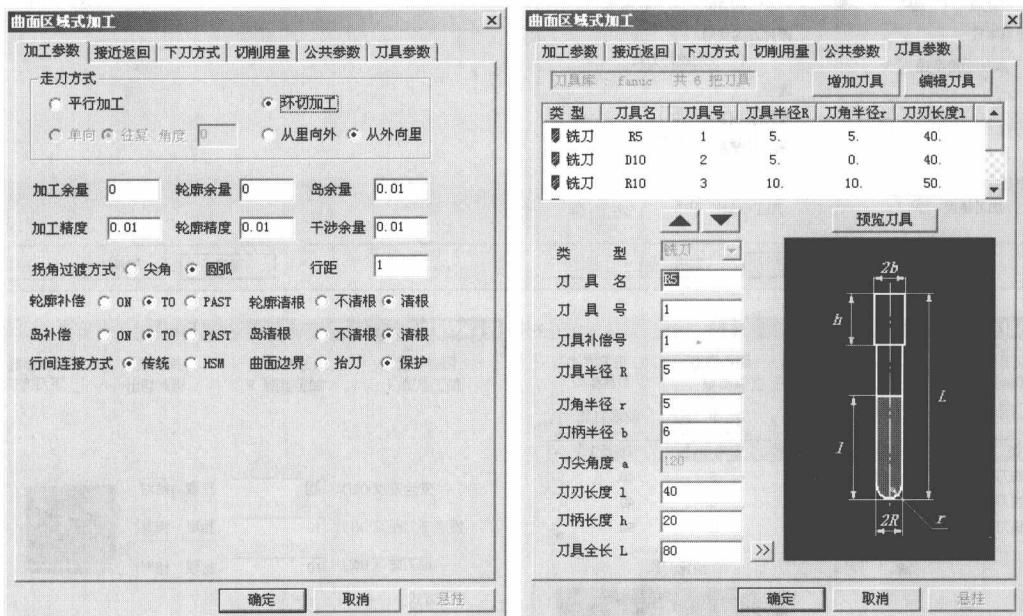

图 1-26 “曲面区域式加工”对话框
1) 选择【加工】→【精加工】→【曲面区域式加工】命令，在弹出的“曲面区域式加工”对话框中设置参数，如图 1-26 所示。刀具仍采用直径 10 的球头立铣刀 R5；走刀方式采用环切加工，加工余量为 0。